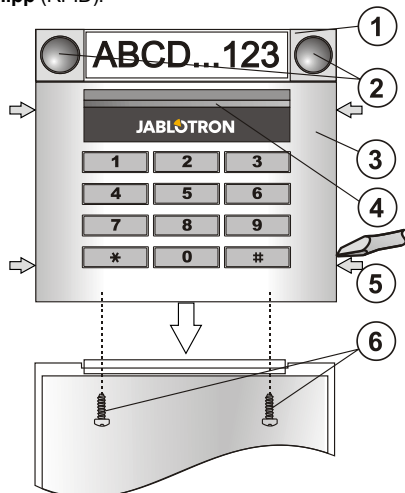

Bild : 1 – funktionssegment; 2 – genomskinlig knapp; 3 – tangentbordsmodul; 4 – genomskinlig aktiveringsknapp; 5 – spärrar för öppnande; 6 – kåpens skruvar;
- I tur och ordning trycker man på de fyra spärrarna (se bild 1) och lossar modulen från bakstycket.
- Anslut busskabeln till kopplingsplinten (11).
- Koppla segmentets strömtillförsel till tangentbordets inre kontakt (8).